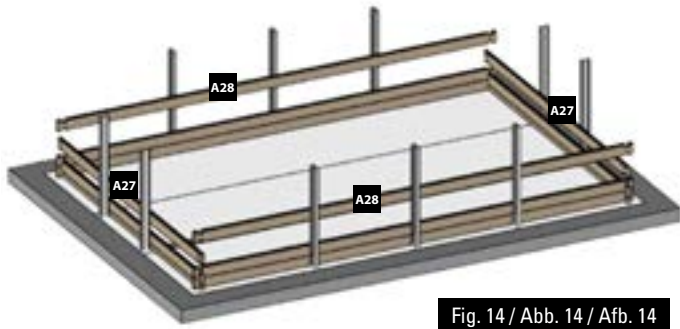

Fig. 14 / Abb. 14 / Afb. 14
- EN 3rd LAYER OF BOARDS:** Install the third layer of boards as shown in figure 14. The position of the refilling fitting with the key and the skimmer should be defined at the start of the assembly (read the specific paragraphs).
- FR 3ÈME RANGÉE MADRIERS :** Positionnez les madriers de la 3ème rangée conformément à la figure 14. Vous devez avoir déterminé l'emplacement de la buse de refoulement et du skimmer dès le début du montage (voir paragraphes spécifiques).
- DE 3. BRETTERREIHE:** Platzieren Sie die Bretter der dritten Reihe laut Abb. 14. Zu Beginn der Montage müssen Sie die Lage des Druckventils und des Skimmers festlegen (lesen Sie hierzu die entsprechenden Abschnitte).
- NL 3ª RIJ PLANKEN:** Plaats de planken van de derde rij zoals te zien is op afbeelding 14. U moet al bij aanvang van de montage bepalen op welke plaats het uitstroommondstuk en de skimmer moet komen (less de betreffende paragrafen).